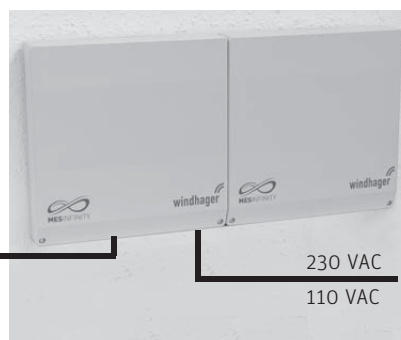

Fig. 127 Moduli funzionali (regolazione MES INFINITY) con montaggio a parete
- ▶ essere montati a una parete (Fig. 127) – punto 15.1 oppure